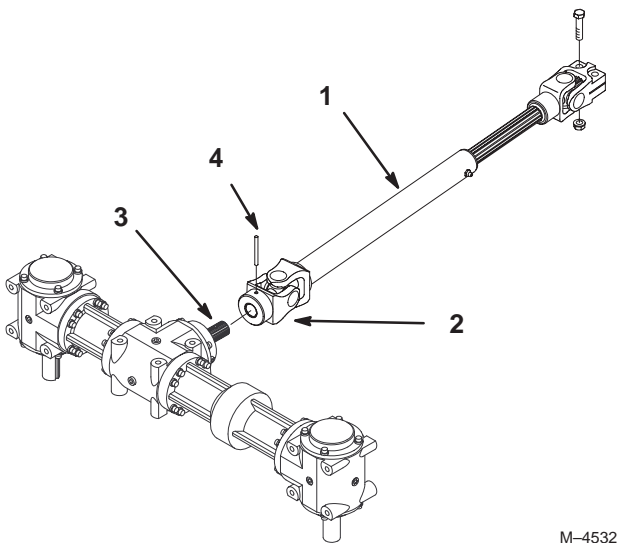

Bild 32
9. Drehen Sie die Zapfwelle so, dass die Löcher mit dem Loch in der Getriebeausgangswelle abgestimmt sind und schieben beide zusammen (Bild 32).
10. Drehen Sie den Rollstift durch das Loch in der Zapfwelle, um diese an der Getriebeausgangswelle zu befestigen (Bild 32).